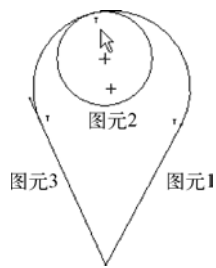

图 2-25 3 相切
-  **3 相切**：选择第 1 个图元，其上将放置圆弧的起点，然后选择第 2 个图元，其上将放置圆弧的终点，最后选择第 3 个图元，创建与这 3 个图元均相切的圆弧，如图 2-25 所示。